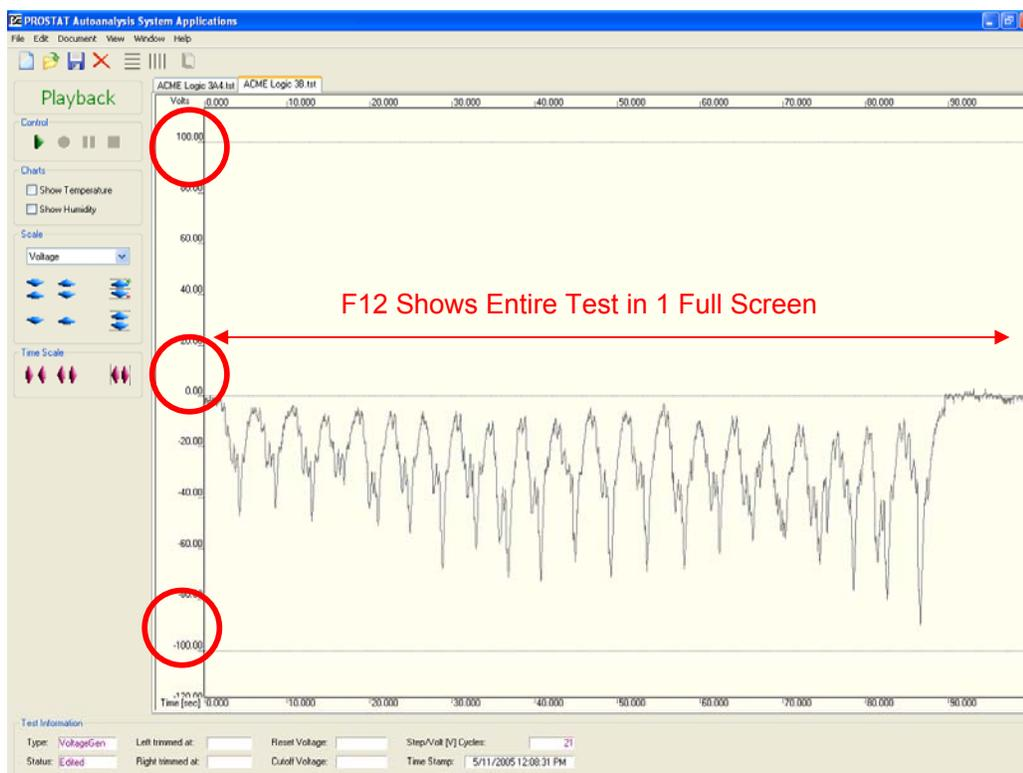

図19: Time Scale Auto Fit (タイムスケール自動調整ボタン)か(F12)を押します
- a. Time Scale Auto Fit  ボタン又はF12 を押して連続する全体のテストをスクリーンに表示することができます。(図 19)
- b. ラインとラベルを追加する必要があるらDocument, Voltage Custom Options メニューを用いてください。図19では、電圧100Vのラインとラベルを追加しています。